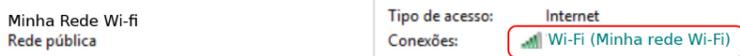

Figura 1
3. Clicar na conexão como mostra a figura 1.